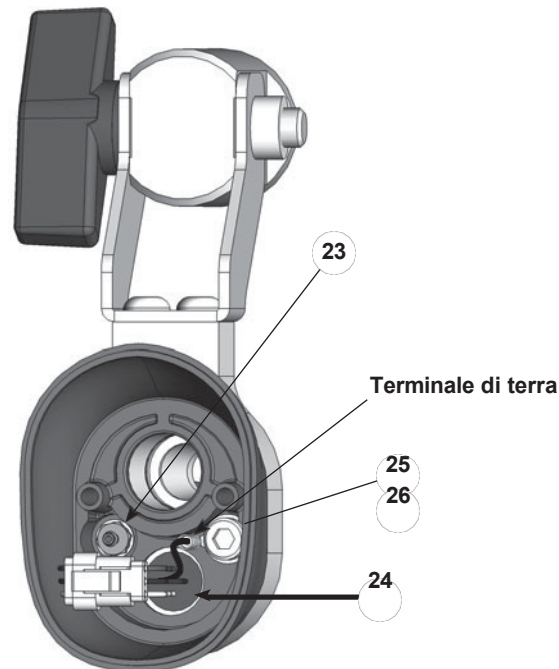

Figura 17 Smontaggio dell' e della pistola - Sostituzione del ricettacolo del cavo e del raccordo dentellato
5. Inserire un piccolo cacciavite a lama piatta nella fessura dei connettori del cablaggio e separare il cablaggio del connettore (24) dal cablaggio dell'alimentatore.
6. Vedere la Figura 17. Scollegare il tubo di lavaggio dell'aria pulita dal raccordo dentellato (23) all'interno il corpo posteriore.
- a. Vedere la Figura 17. Utilizzare una chiave esagonale da 4 mm per rimuovere la vite a testa esagonale (25) e la rondella (26) e scollegare il terminale di terra.
- g. Vedere la Figura 17. Collegare il terminale di terra al tappo terminale con la vite a testa esagonale e la rondella (25, 26).
16. Vedere la Figura 17. Collegare il tubo di lavaggio ad aria al raccordo dentellato e il cablaggio di alimentazione all'imbracatura del cavo.